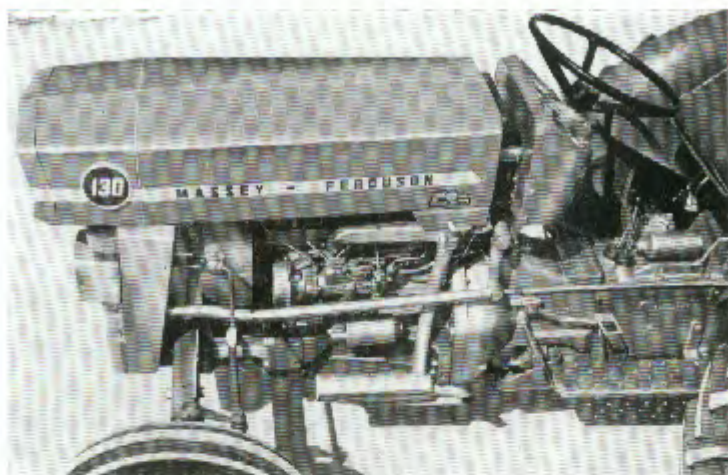

Fig. 14
- De faire coulisser le capot vers l'avant (fig. 14) ;